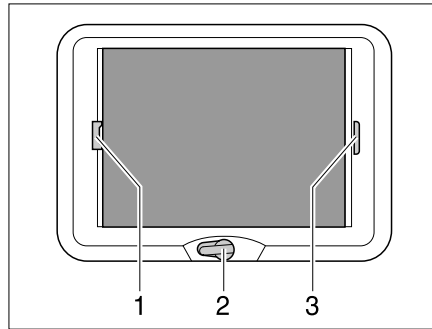

Fig. 51 Lanterneau à manivelle
- Tourner la manivelle (Fig. 51,2) jusqu'à ressentir une résistance (angle d'ouverture max. 70°).
- Tirer la poignée du dispositif occultant plissé (Fig. 51,3) et le relâcher lorsqu'il a atteint la position voulue. Le dispositif occultant plissé reste alors à cette position.
- Tirer sur la poignée (Fig. 51,1) de la moustiquaire jusqu'à toucher la poignée du dispositif occultant plissé (Fig. 51,3) située vis-à-vis et la faire s'enclencher.
- Appuyer sur la poignée de la moustiquaire (Fig. 51,1) vers l'arrière et le haut et décrocher la moustiquaire du dispositif occultant plissé (Fig. 51,3).